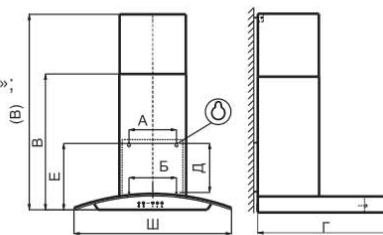

рис. 3
6.1 Установка вытяжного зонта (рис.3):